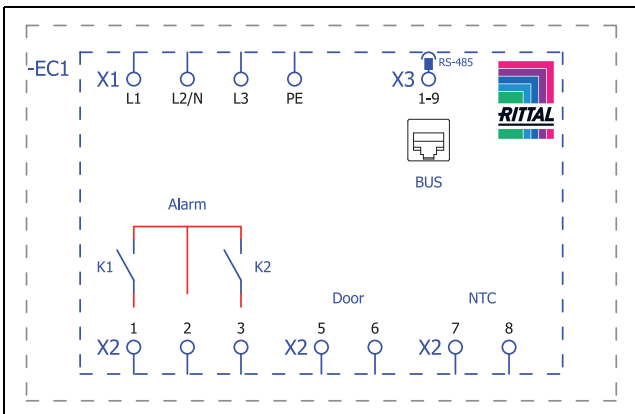
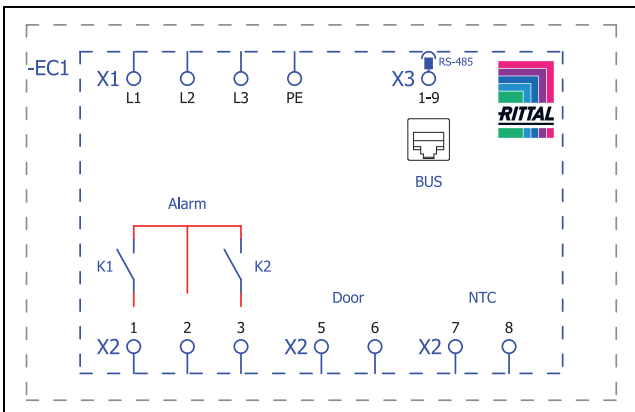

Abb. 37: Schaltplan SK 3185330, SK 3186330, SK 3187330
Abb. 38: Schaltplan SK 3188340, SK 3189340
■ Entnehmen Sie aus dem Versandbeutel den Netzstecker und stellen Sie gemäß der zugehörigen Anschlusskennzeichnung die Netzversorgung her (Abb. 37 bzw. Abb. 38).